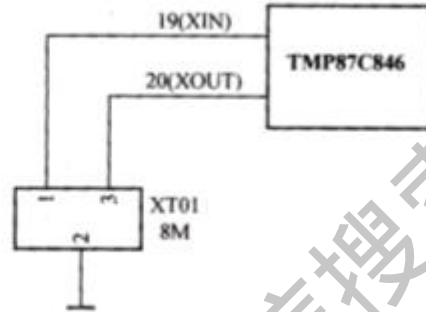

图2-7 晶振电路原理图
晶振电路为系统作。晶振电路原理如图 2-7 所示晶振 XT01①脚和③脚接 CPU TMP87C846 的(19)脚和(20)脚，②脚接地，为系统提供一个 8MHz 的时钟频率。